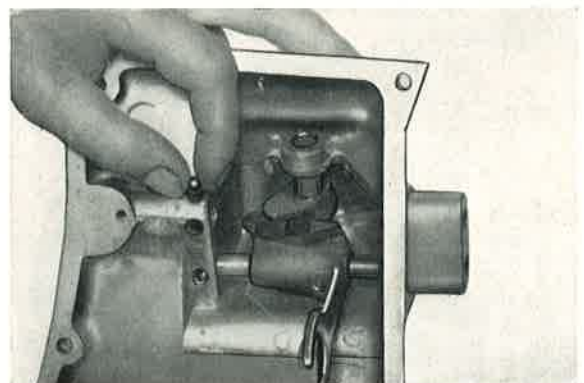

Bild 334: Nach dem Einsetzen der ersten Schaltwelle werden beide Kugeln für die Gangsperre in die jetzt senkrecht gehaltene Bohrung des Deckels eingelegt.
5. Beide Kugeln für Gangsperre einsetzen (Bild 334 Vors.).
Achtung: Um zu verhüten, daß die einzelnen Federn und Kugeln wieder herausfallen oder sich in andere Bohrungen verlaufen, ist es vorteilhaft, den Schaltdeckel jedesmal in eine Lage zu bringen, daß die Federn und Kugeln durch ihr Eigengewicht in die Bohrung fallen. Auch beim Einschleiben der Schaltstangen läßt man den Deckel in dieser Lage. Insbesondere gilt dies für die beiden Kugeln der Gangsperre (Bild 334), die im Leerlauf in ihrer Bohrung infolge der Anfräsungen an den Schaltwellen reichlich Spiel haben und die dann eine Welle dadurch, daß sie zusammengeschoben werden, sperren, wenn die andere Welle verschoben wird.